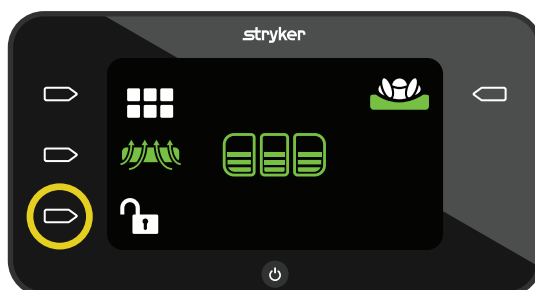

Figura 38 – Ecrã desbloqueado
1. Para bloquear o ecrã, prima sem soltar o botão de **Ação** a seguir ao ícone **Desbloqueado** durante aproximadamente um segundo (Figura 38).